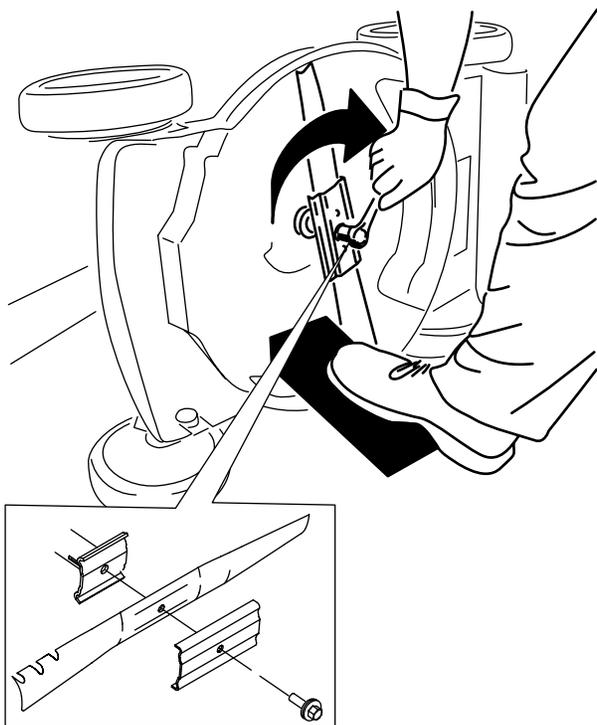

Figura 26
4. Montate la nuova lama usando la bulloneria di montaggio (Figura 26).